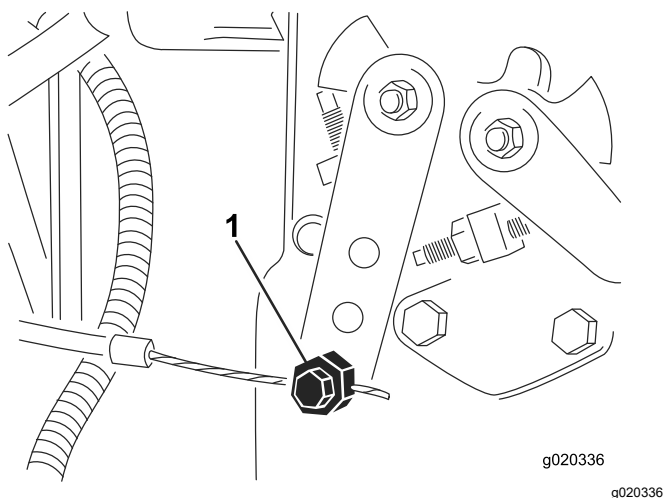

Figura 77
2. Afloje el conector del cable del acelerador en la palanca de la bomba de inyección (Figura 77).